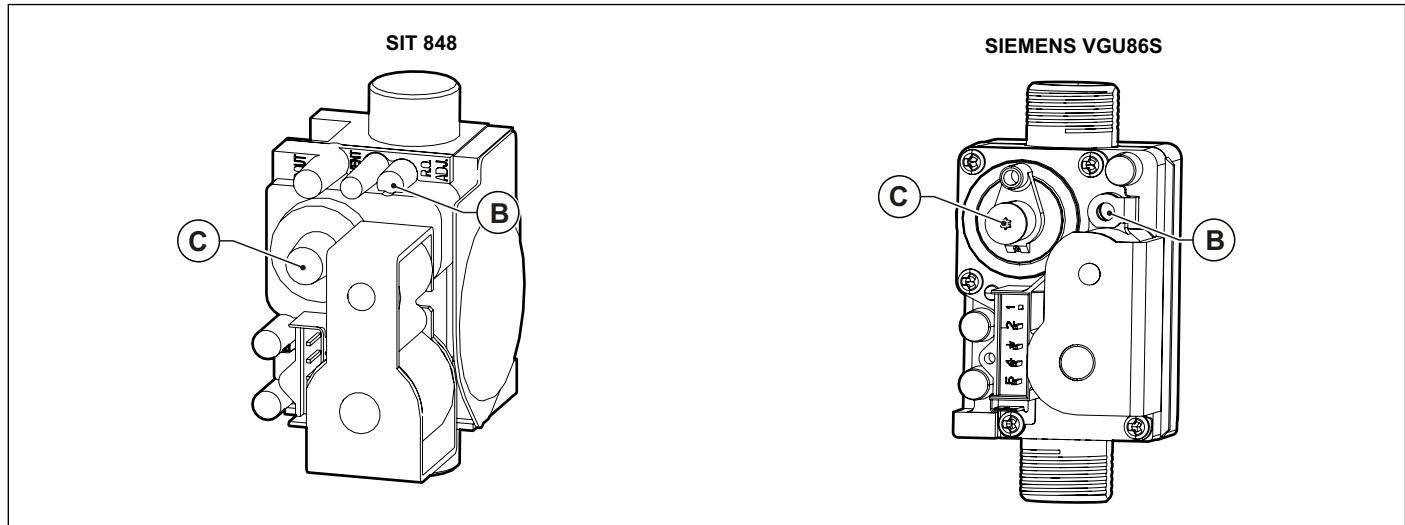

Fig. 36 Réglage de la vanne gaz
- Régler la valeur de l'anhydride carbonique (CO2) des fumées en tournant le régulateur de rapport **B** (voir Fig. 36 Réglage de la vanne gaz) et s'assurer qu'il est dans les limites de la Tab. 16 Valeurs de CO2 dans les fumées à la page 67. Laisser la chaudière en mode ramonage et passer à l'étape successive de réglage de la puissance minimum.
- Régler la valeur de l'anhydride carbonique (CO2) des fumées en tournant le régulateur de offset **C** (voir Fig. 36 Réglage de la vanne gaz) et s'assurer qu'il est dans les limites de la Tab. 16 Valeurs de CO2 dans les fumées.
- Tourner le régulateur de rapport **B** (voir Fig. 36 Réglage de la vanne gaz) pour ajuster la valeur de l'oxygène ( $O_2$ ) dans les fumées jusqu'à ce qu'elle ne se situe dans les limites de Tab. 18 Valeurs  $O_2$  dans les fumées.
- Vérifier que la valeur du monoxyde de carbone (CO) dans les fumées à la puissance maximale est inférieure à la limite de Tab. 18 Valeurs  $O_2$  dans les fumées.
- Tourner le dispositif de réglage offset **C** (voir Fig. 36 Réglage de la vanne gaz) pour ajuster la valeur de l'oxygène ( $O_2$ ) dans les fumées jusqu'à ce qu'elle ne se situe dans les limites de Tab. 18 Valeurs  $O_2$  dans les fumées.
- Vérifier que la valeur du monoxyde de carbone (CO) dans les fumées à la puissance minimale est inférieure à la limite de Tab. 18 Valeurs  $O_2$  dans les fumées.